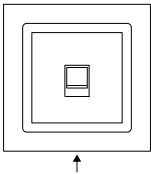

Figura 1
- 1 - Para abrir la LAN Stark QM, utilice un destornillador plano y haga palanca para abrir las 2 patillas de la parte inferior (Figura 1)